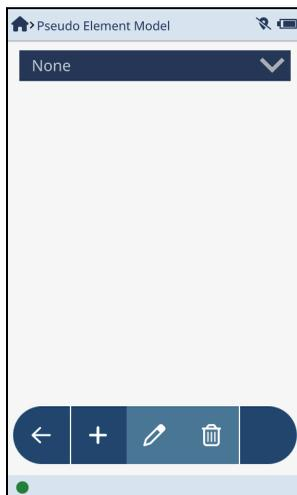

图 2-46 伪元素模型屏幕
2. 在**Pseudo Element Model**（伪元素模型）屏幕中（参见第60页的图 2-46），点击**Add**（添加）按钮（），以添加一个新模型。